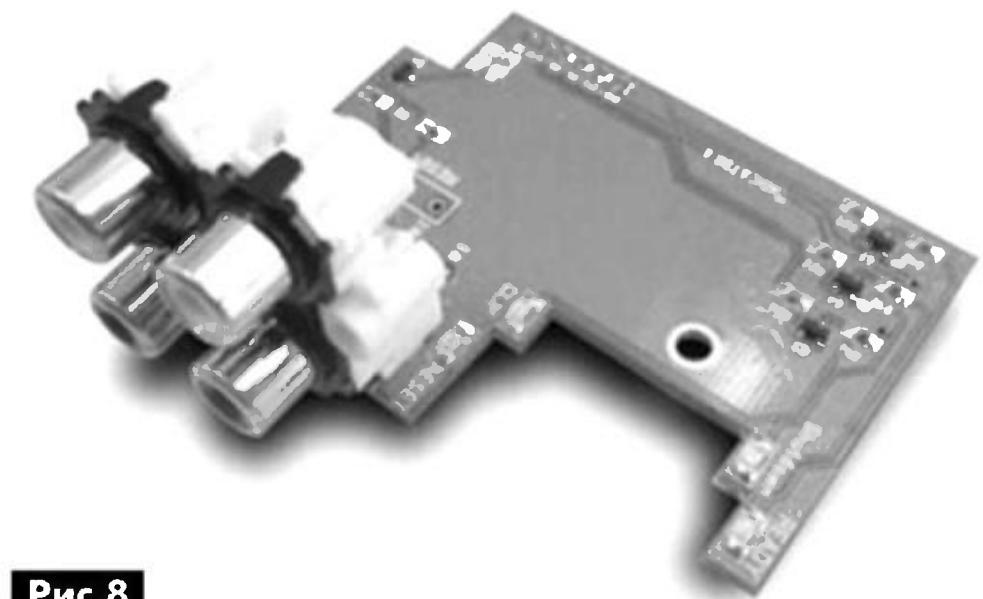

Рис.8
- 4-канальный MP5630I4 (**рис.8**);